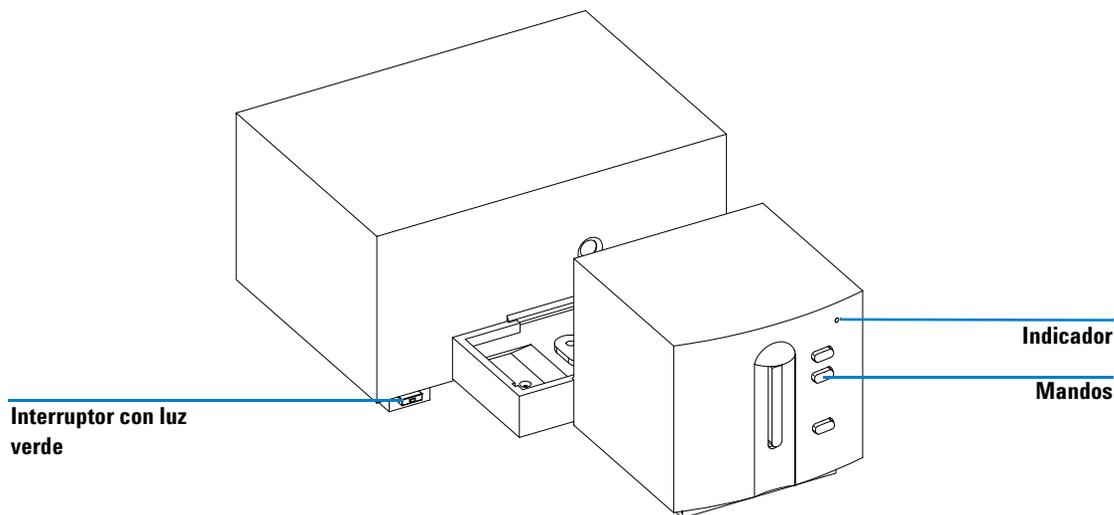

Figura 1 Vista frontal del espectrofotómetro
El espectrofotómetro tiene 34,4 cm (13,5 ") de anchura, 56,0 cm (22,0 ") de profundidad y 18,5 cm (7,3 ") de altura (ver Figura 1 en la página 22). Pesa solamente 14 kg (30,86 lbs), de manera que se acomodará a prácticamente cualquier banco de laboratorio. Necesitará un espacio adicional de 2,5 cm (1,0 pulgadas) a ambos lados del equipo para permitir la circulación de aire de refrigeración y aproximadamente 8 cm (3,1 pulgadas) en la parte trasera, para las conexiones eléctricas.
La Figura 1 muestra la parte frontal del espectrofotómetro. Observar que el compartimento de la muestra está abierto. A diferencia de los instrumentos convencionales, al Agilent 8453 no le afecta la luz ambiental dispersa. El área abierta de la muestra permite un acceso más sencillo en general, así como la conexión del tubo a una celda de flujo o un soporte de celda termostatzado. El espectrofotómetro se envía con un soporte para una celda única estándar ya instalado. Los soportes de la celda estándar y accesorios pueden retirarse y reemplazarse en cuestión de segundos, con pocas o ninguna herramienta.
- 2 Asegurarse de que el interruptor de corriente esté en posición de apagado, es decir, que el mando sobresalga hacia afuera y que el LED dentro del interruptor esté apagado, ver la Figura 1.